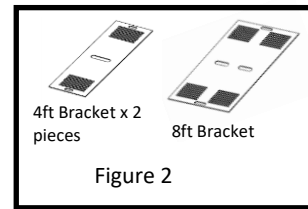

Figure 2
4. Break apart the mounting brackets into 3 pieces (Fig 2).
4. Séparer les supports de montage en trois pièces (Fig. 2).